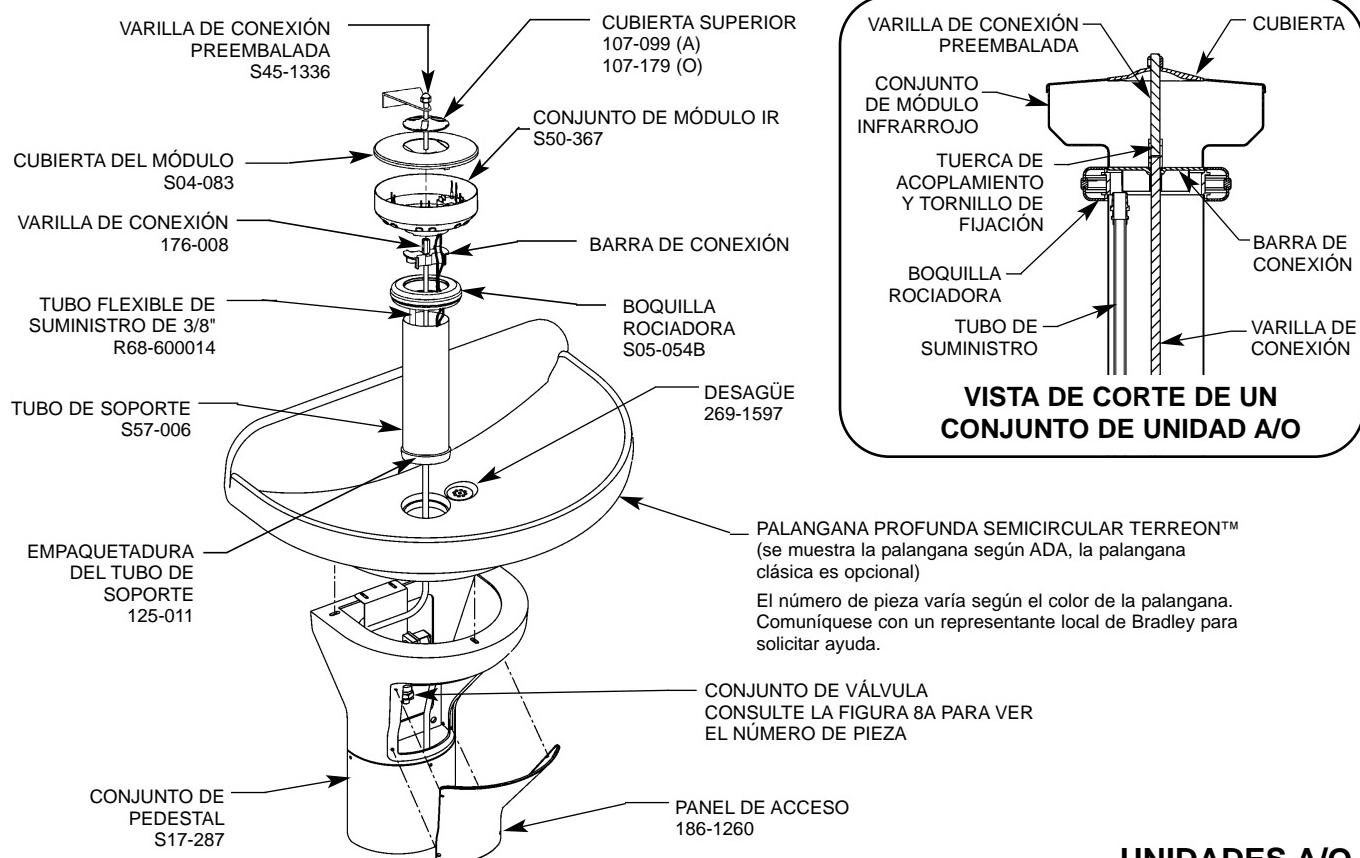

Figura 7
- A** INSTALE EN LA PALANGANA, EL EXTREMO GUARNECIDO (NO EL EXTREMO AFILADO) DEL TUBO DE SOPORTE CON LA EMPAQUETADURA (CONSULTE LA FIGURA 7 EN LA PÁGINA 56).
- B** UBIQUE LA BOQUILLA ROCIADORA CON LA TUBERÍA DE 3/8" EN EL TUBO DE SOPORTE COMO SE MUESTRA EN LA FIGURA 7 EN LA PÁGINA 56. TIENDA LA TUBERÍA HACIA ABAJO A TRAVÉS DEL TUBO DE SOPORTE. ASEGUÍRESE DE QUE LOS ORIFICIOS DE ROCIADOR APUNTEM LEJOS DE LA PARED.
- C** PONGA LA BARRA DE CONEXIÓN SUPERIOR (RANURADA EN AMBAS ESQUINAS DE CADA EXTREMO) EN LA PARTE SUPERIOR DE LA BOQUILLA ROCIADORA PARALELA A LA PARED. CONECTE LAS DOS VARILLAS DE CONEXIÓN ROSCADAS USANDO LA TUERCA DE ACOPLAMIENTO CON LOS TORNILLOS DE FIJACIÓN DE CABEZA HEXAGONAL. TIENDA LA VARILLA DE CONEXIÓN HACIA ABAJO A TRAVÉS DE LA BARRA DE CONEXIÓN SUPERIOR (CONSULTE LA FIGURA 7) Y FIJE LA PALANGANA DESDE ABAJO USANDO LA BARRA DE CONEXIÓN INFERIOR (SIN RANURAS) Y LA TUERCA HEXAGONAL CON EL TORNILLO DE FIJACIÓN DE CABEZA HUECA. DEBE SOBRESALIR UN MÍNIMO DE 38 MM (1-1/2") DE LA VARILLA DE CONEXIÓN ROSCADA DEBAJO DE LA BARRA DE CONEXIÓN INFERIOR; ESTO SERÁ NECESARIO PARA FIJAR LAS VÁLVULAS.